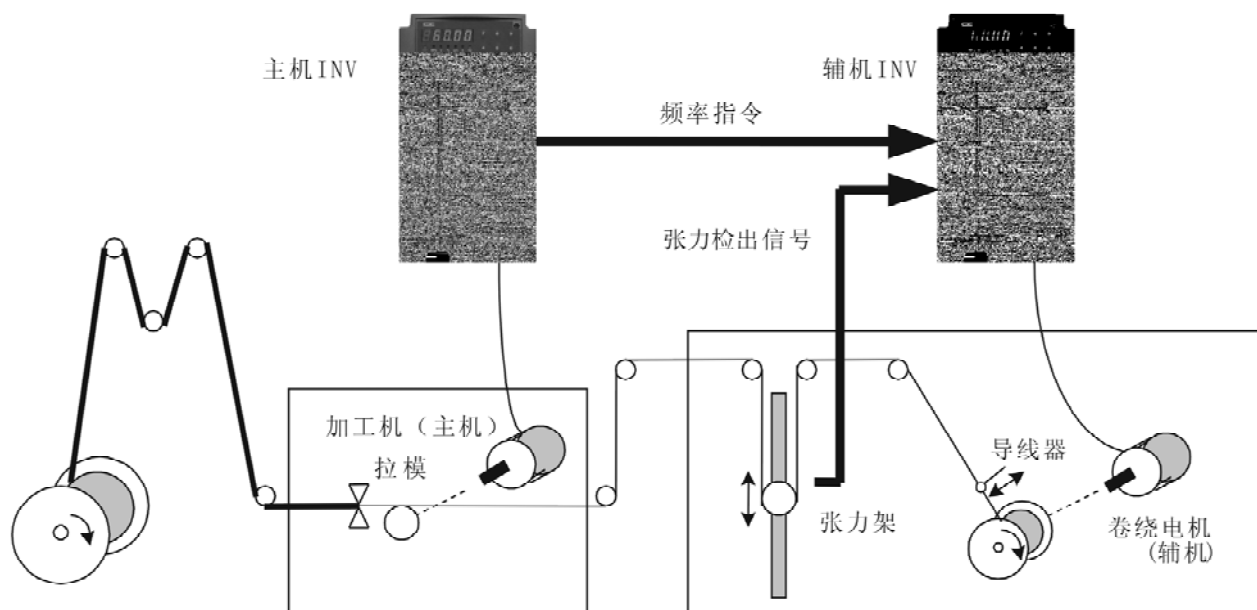

图8-1-1 卷绕系统构成图（例：拉丝机）
- 作为基本的构成，在HALLMARK-WD05中，如图8-1-1的卷绕系统构成图所示，进行变频器的控制信号的直接连接，只要设定卷绕功能就可以进行卷绕控制。而且可以对应独立驱动各变频器的多台送卷机和卷绕机。
- 如图8-1-1所示，使用加工机（主机）用和卷绕机用的变频器2台之间连接控制线，通过设定相关的功能代码数据后，就能让卷绕电机已定张力运转的方式跟随加工机（主机）运转。
- 卷绕功能 1 的系统构成图如图 8-1-1 所示。